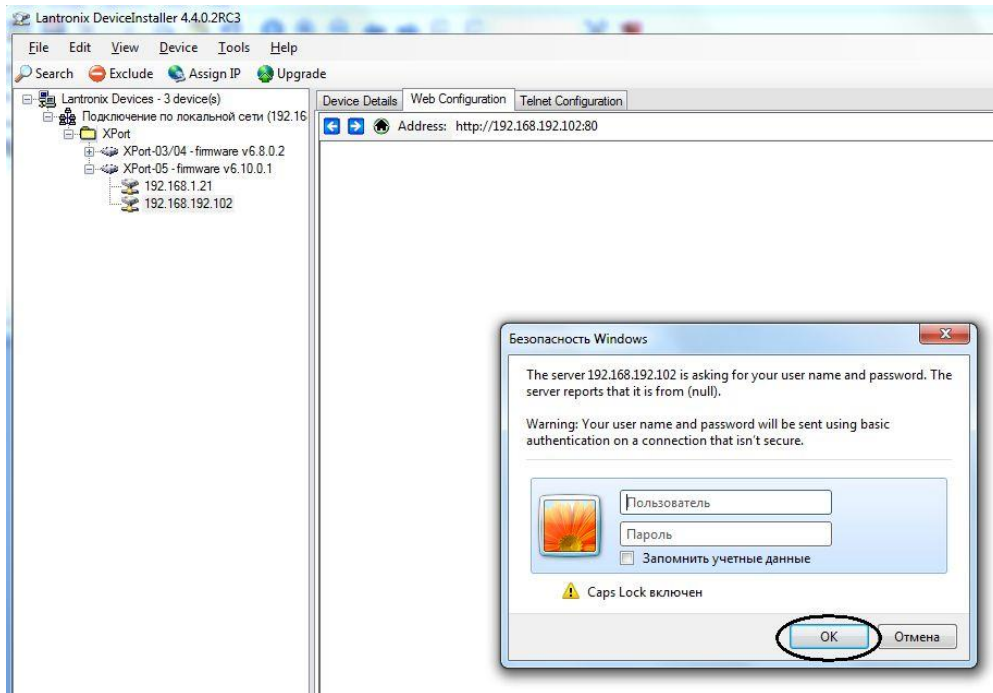

Рис. 6
11.4.1. Ввести пароль или подтвердить пустой пароль, рис.6.